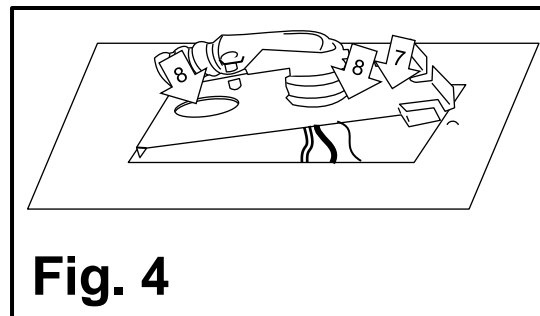

Fig. 4
9. Retire una **entrada** (#8) en la **placa de acceso** (#7) y jale los **cables de alimentación del luminario** a través de la apertura de la **entrada** (#8) [Fig. 4 y 5].